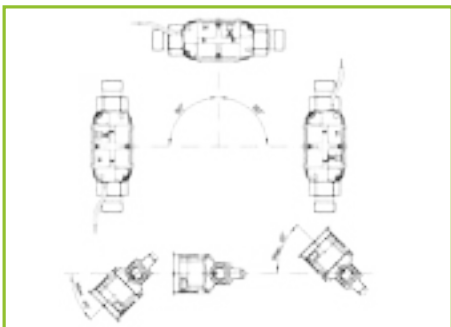

Abb. 1:
- Einbauwinkel vom Durchflussmessgerät beachten (siehe Abb. 1).